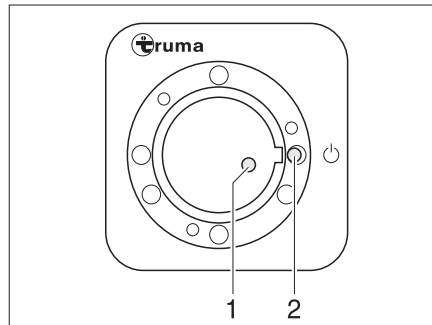
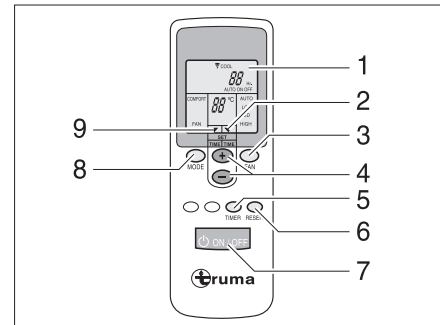

Bild 200 Empfänger
Bild 201 Fernbedienung
Die Fernbedienung (Bild 201) und der Empfänger (Bild 200) für die Klimaanlage befinden sich im Küchenbereich.
- Zum Einschalten die Taste (Bild 201,7) auf der Fernbedienung drücken. Die grüne Kontroll-Leuchte (Bild 200,1) zeigt den Kühlbetrieb an.
- Die gewünschte Betriebsart mit der Taste (Bild 201,8) einstellen.
- Bei Bedarf mit den Tasten (Bild 201,3 und 4) die gewünschte Gebläseleistung und Raumtemperatur einstellen. Der Pfeil (Bild 201,9) zeigt den gewählten Einstellmodus an.
- ▷ Am Empfänger befindet sich ein zusätzlicher Tastschalter (Bild 200,2), mit dem die Klimaanlage auch ohne Fernbedienung aus- oder eingeschaltet werden kann. Wenn die Klimaanlage über diesen Tastschalter eingeschaltet wird, dann wird automatisch die zuletzt auf der Fernbedienung eingestellte Betriebsart gewählt.
Ausschalten: ■ Zum Ausschalten die Taste (Bild 201,7) auf der Fernbedienung erneut drücken.
- Zum Programmieren die Klimaanlage mit der Taste (Bild 201,7) auf der Fernbedienung einschalten.
- Mit den Tasten (Bild 201,8,3 und 4) die gewünschte Betriebsart und Raumtemperatur einstellen.
- Mit der Taste (Bild 201,5) die gewünschte Funktion (Bild 201,1) auswählen:
- Mit den Tasten (Bild 201,4) die gewünschte Schaltzeit wählen (1 bis 15 Stunden). Der Pfeil (Bild 201,2) blinkt und zeigt den Einstellmodus an.
- ▷ Mit der Taste (Bild 201,6) werden die Einstellungen der Fernbedienung wiederholt an den Empfänger gesendet.